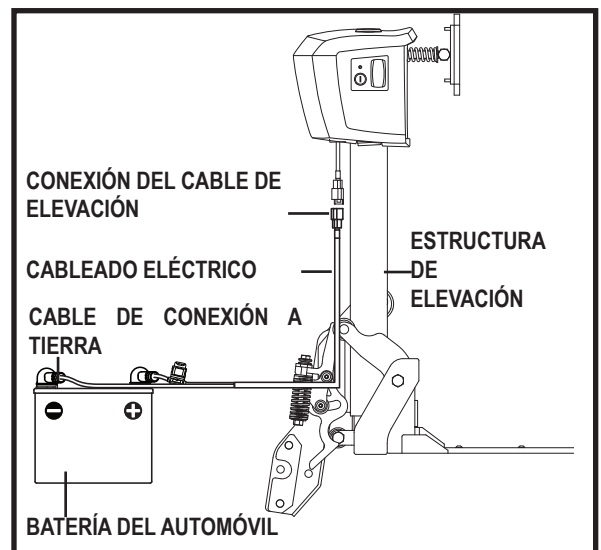

Figura 11. Instalación del cableado eléctrico
1. Disponga el cableado eléctrico desde el elevador, y pasando por el interior del automóvil, hasta llegar a la batería de este último. **Ver figura 11.** Normalmente, encontrará hueco para pasar el cable por detrás de las luces posteriores, pasando así el cable por el maletero de atrás y bajo el asiento posterior.